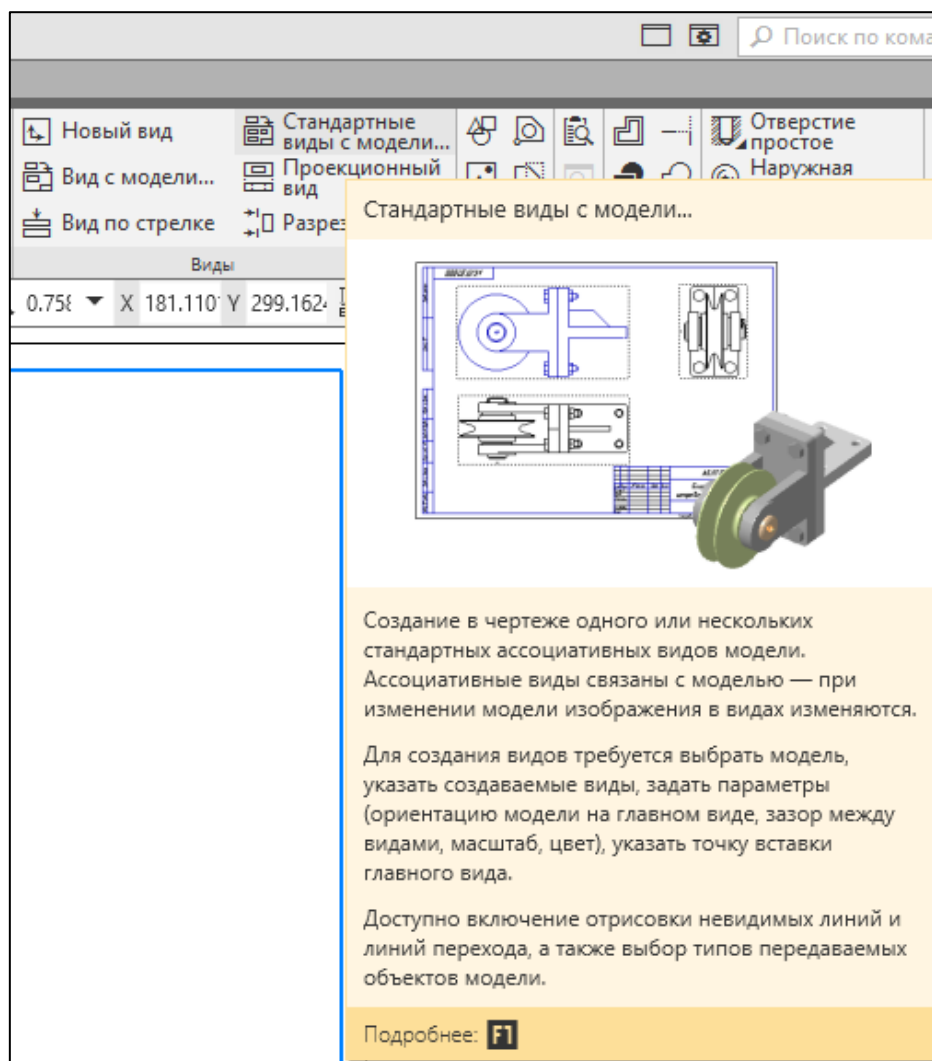

Рисунок 26. Выбор стандартных видов с модели
1. Файл ⇒ Создать ⇒ Чертеж ⇒ На компактной панели инструментов Вид (обратите внимание, что группа инструментов Вид находится именно на компактной панели инструментов, а не в главном меню программы вкладка Вид) ⇒ Стандартные виды ⇒ Выбрать построенную деталь ⇒ Поставить в свободное место на чертеже, распределив виды равномерно (рис. 26).